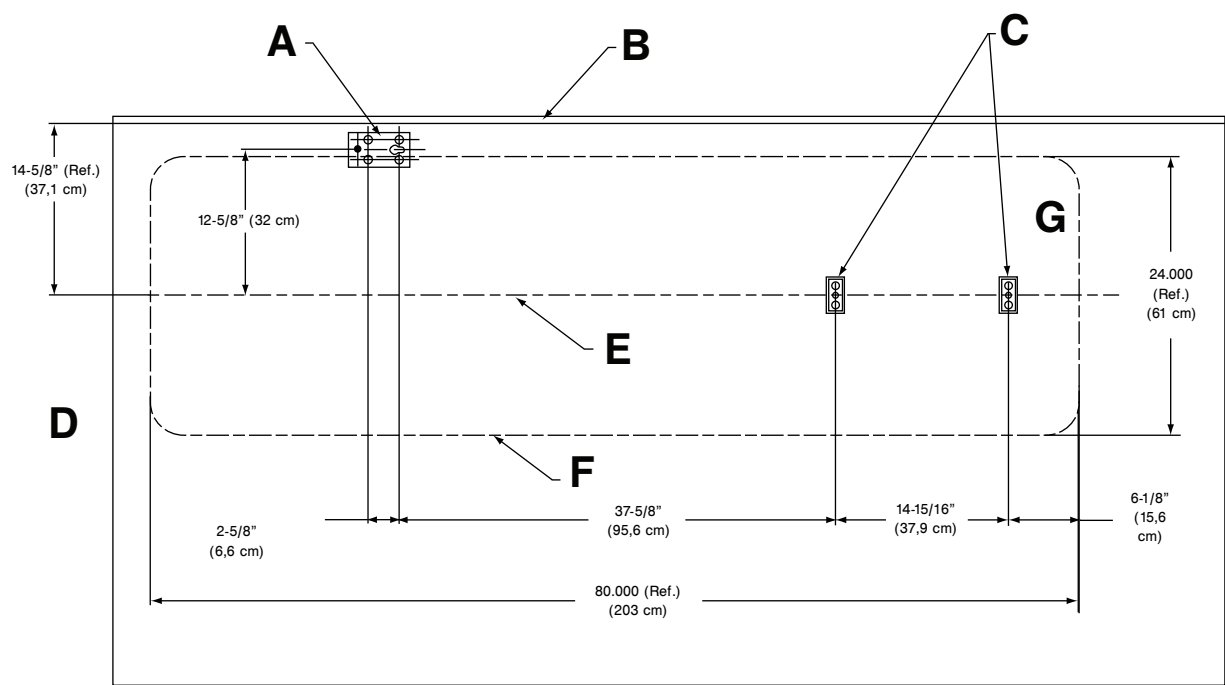
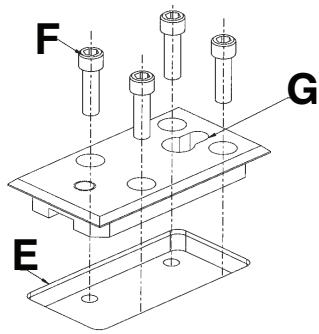

Figure 8 – Emplacements pour l'installation de la plaque de plancher
Figure 11 – Ancrage de la plaque de plancher et points de repère
- En utilisant les dimensions indiquées sur la Figure 8, repérer et forer les emplacements où les plaques de plancher seront fixées.
5. En utilisant les dimensions indiquées sur la Figure 8, repérer et forer les quatre emplacements où la plaque de plancher du support du rail sera fixée. Découper une ouverture de 2 1/2 po x 5 po x 9/16 po (6,5 cm x 12,5 cm x 1,4 cm) (E) dans le plancher, centrée sur les points de repère (Figure 11).
6. À l'aide de quatre vis d'assemblage à six pans creux de 3/8 po de diamètre (F), ancrer la plaque de plancher dans l'ouverture encastrée avec les trous taraudés orientés vers le haut (G) (Figure 11). Le trou de serrure doit être orienté vers l'avant du véhicule.
- Un jeu de plaques de plancher supplémentaires est fourni avec la fixation modèle 6377 pour permettre un positionnement alternatif n'importe où sur le plancher du compartiment patient. Les exigences en matière d'espace pour la civière sont les mêmes que celles indiquées sur la Figure 8. Répéter la procédure ci-dessus pour installer les plaques de plancher pour emplacement alternatif.